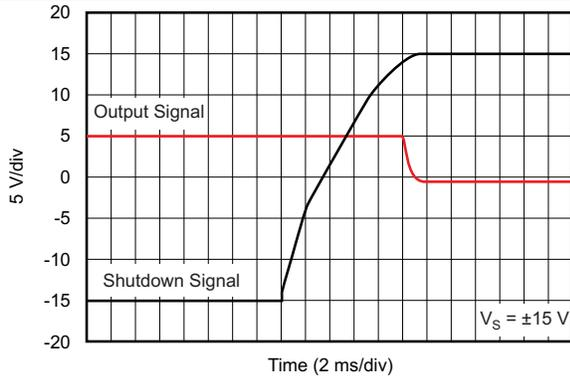

图 39. 关闭瞬态
(1) 禁用时, 输出呈现高阻抗状态。
(2) 请参阅 典型特性 曲线 (图 39 至图 41)。
OPA211 的关断 (使能) 功能以运算放大器的正电源电压为基准。有效高电平会禁用运算放大器。有效高电平是指施加到关断引脚的正电源电压 (V+) - 0.35V。有效低电平是指正电源引脚下方 (V+) - 3V。例如, VCC 为 ±15V 时, 该器件在 12V 或低于 12V 时启用, 而在 14.65V 或以上时禁用。如果使用双电源或分离式电源, 应注意确保有效高电平或有效低电平输入信号以正电源电压为适当基准。该引脚必须连接到有效的高电压或低电压或者被驱动, 而不是保留开路。典型特性 部分提供了启用和禁用时间 (请参阅图 39 至图 41)。禁用时, 输出呈现高阻抗状态。